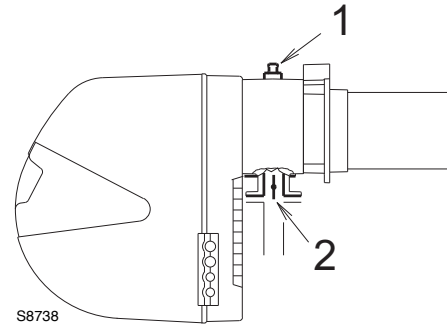

Fig. 27
Presión de gas medida en la toma 1)(Fig. 27), con:
Pérdida de carga en válvula de mariposa del gas 2)(Fig. 27) con apertura máxima: 90°.
- restar a la presión del gas en la toma 1)(Fig. 27) la presión de la cámara de combustión.
En cambio, para conocer la presión de gas necesaria en la toma 1)(Fig. 27), una vez fijada la potencia en la cual se desea que funcione el quemador con la máxima potencia:
- Leer a la derecha, en la columna 1, la presión en la toma 1)(Fig. 27).
presión necesaria en la toma 1)(Fig. 27).